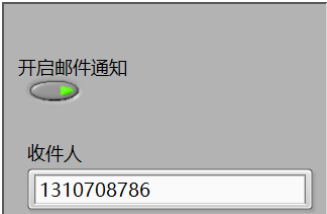

图 5-1 邮件通知
1、点击“开启邮件通知按钮”打开该功能，并设置收件人邮箱，如图 5-1 所示。